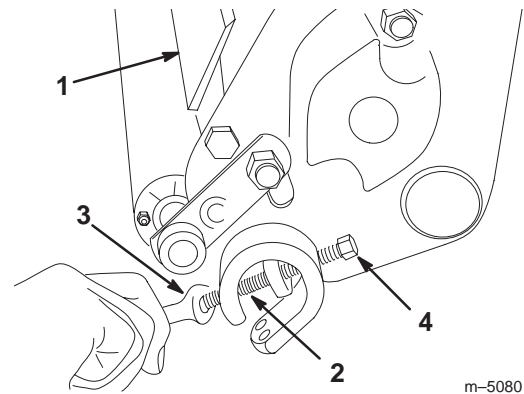
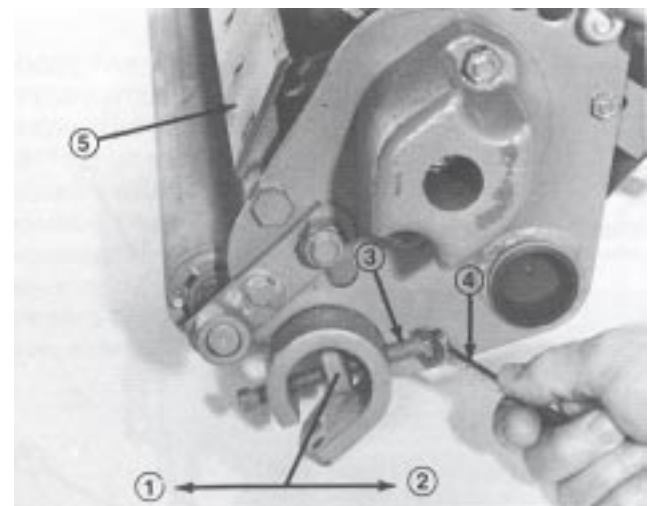

Figure 2
Figure 3
1. Desserrez la vis de réglage inférieure de chaque côté du plateau de coupe (Fig. 2) puis serrez la vis de réglage supérieure de chaque côté du plateau de coupe (Fig. 3). Ce réglage rapproche la contre-lame des lames du cylindre.
- Après avoir effectué le réglage contre-lame/cylindre, vérifiez que les vis de réglage supérieures et inférieures sont solidement serrées à chaque extrémité du plateau de coupe (Fig. 2 et 3).